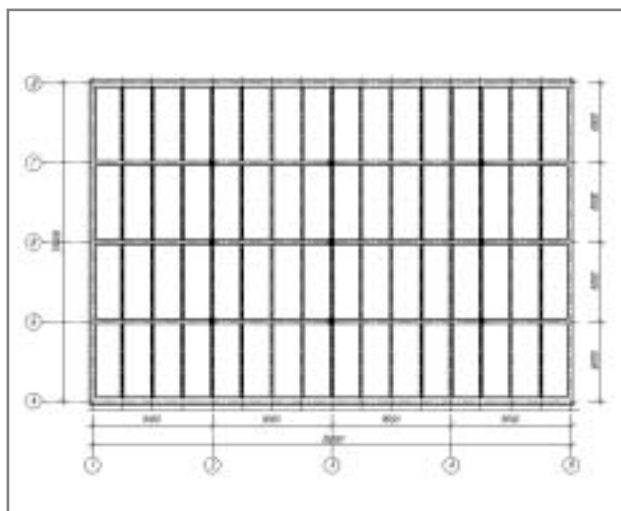

Рис. 8. Конструктивная схема монолитного ребристого перекрытия
**Пример 2.** Рассмотрим железобетонное монолитное ребристое перекрытие с балочными плитами, которое имеет размеры в плане 24х36 м (рис. 8). Главные балки размещены вдоль (по оси X), а второстепенные — поперек (по оси Y).